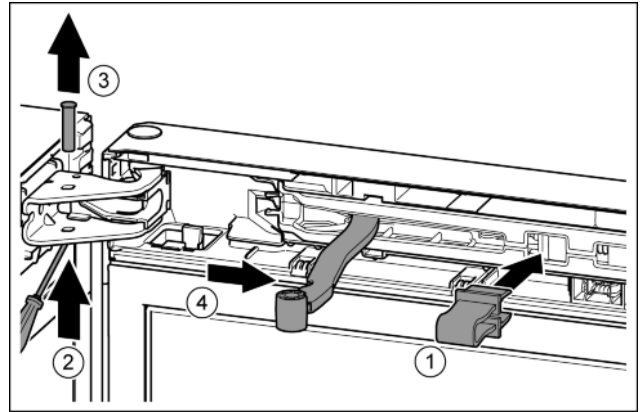

Fig. 10
- A biztosítékot pattintsa be a nyílásba. Fig. 10 (1)
- A csavarhúzóval tolja ki a csapszeget. Fig. 10 (2)
- Felfelé vegye ki a csapszeget. Fig. 10 (3)
- Forgassa az ajtó irányába a csuklót. Fig. 10 (4)